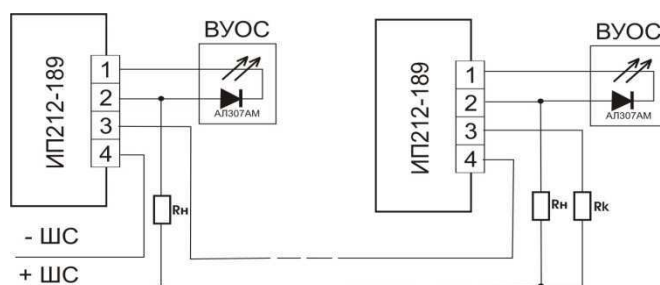

Рисунок 1
**Внимание потребителя!** Схема включения извещателей ИП212-189 в шлейф приведена на рис. 1
4.5 Контакты "1" и "2" клеммника можно использовать для подключения внешнего устройства оптической сигнализации (ВУОС), в соответствии с рис. 1.